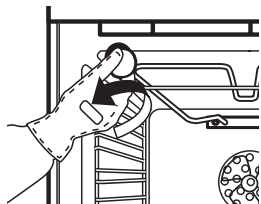

fig. 5
2. Draai het beschermkapje los (Fig. 5), vervang het lampje (zie de opmerking voor het type lampje) en draai het beschermkapje weer vast.